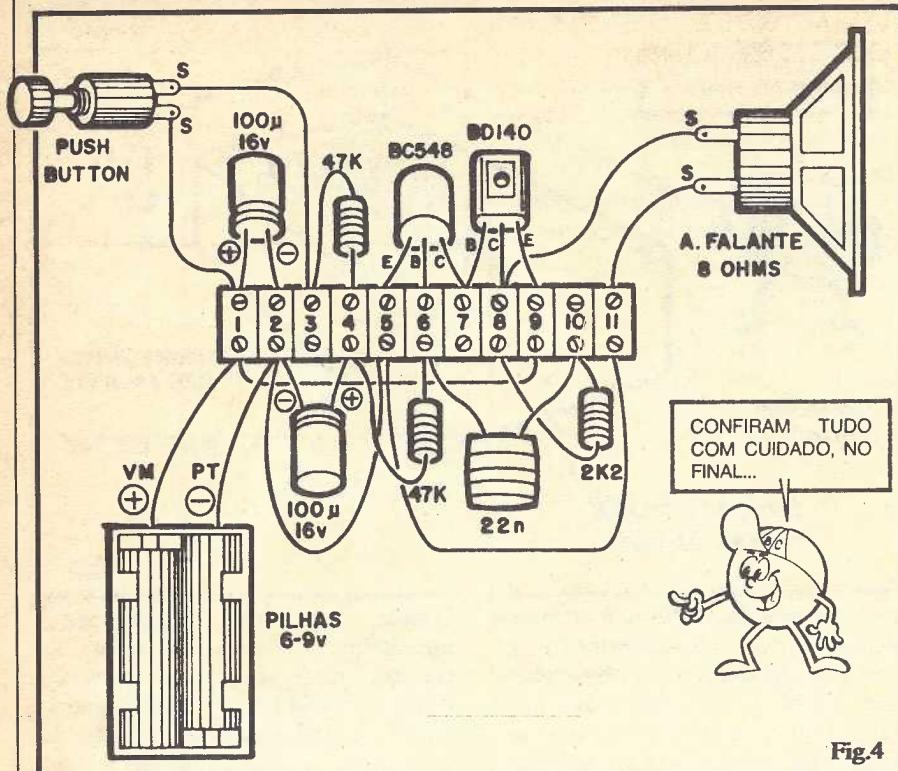

Fig.4
- FIG. 4 - "Chapeado" da montagem. Aqui em ABC chamamos de "chapeado" (uma expressão "veterana"...) à visão real dos componentes, já interligados entre si e ao "substrato" da montagem (no caso, a barra "Sindal" de conectores parafusáveis...). Mesmo numa montagem relativamente simples
- FIG. 4 - Montagem em "chapeado". Nenhuma novidade... Basta seguir com atenção o posicionamento, polaridades, valores, etc. de cada componente, conforme já explicado na MONTAGEM PRÁTICA anterior (e também em